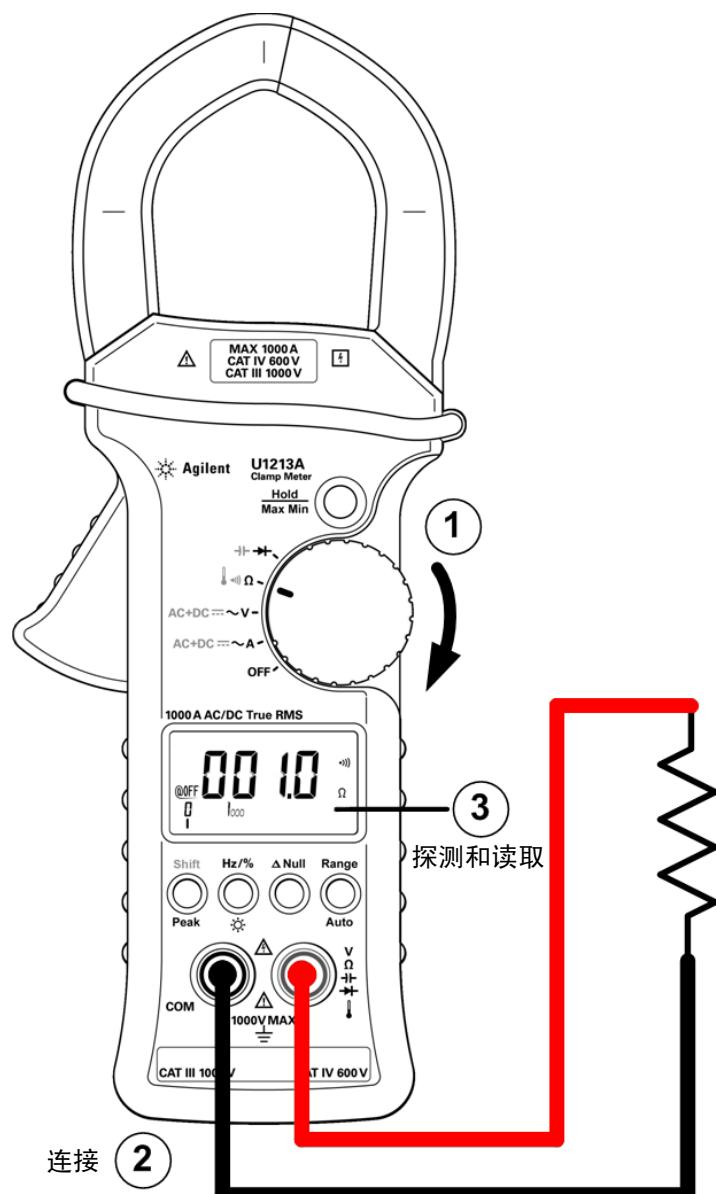

图 2-4 通断测试
- 4 要执行通断测试，请按 **Shift** 一次 (请参阅第 24 页上的图 2-4)。当电阻低于 10.0 Ω 时，蜂鸣器会发出声音。